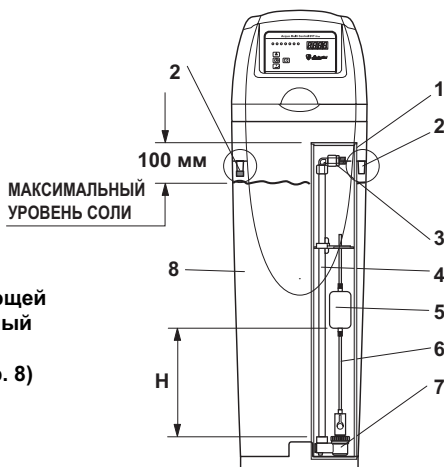

Рис. 5
- 1 Заполнить контейнер для соли до уровня 100 мм от края трубки растворителя (см. Рис. 5).